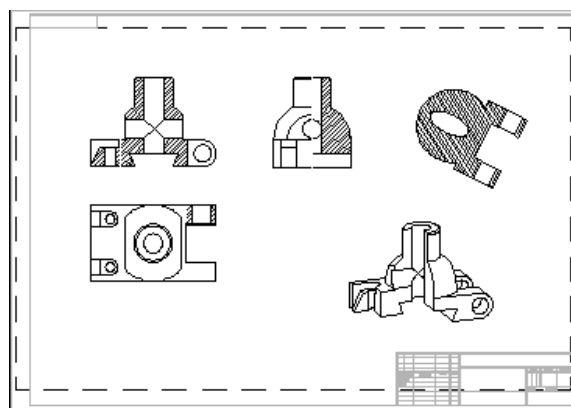

Рис. 4.39. Компоновка изображений
- 🖥 Отключите видимость слоя, на котором размещены рамки видовых экранов (слой «VPORTS») (рис. 4.39).